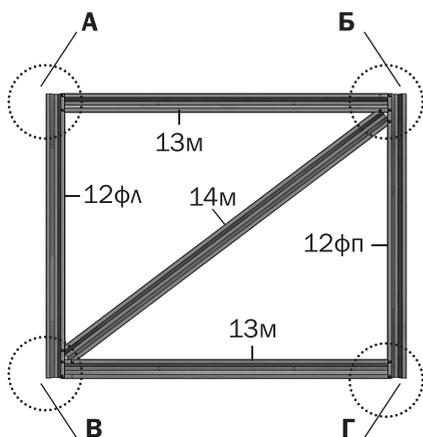

Рис. 13
детали **12...14** (дверь и форточка) - см. **Рис.13,14**
2. Первоначально надо раскроить лист покрытия для торцов. Для этого соберите двери, форточки (**рис.13, рис.14**) и половину торца из деталей дуг **4ВК, 4НК** и прямолинейных деталей **1, 8П, 11-1, 11-2П, 21П, 9-1П, 9-2П**, временно закрепив загнутые концы деталей **11-2** на отверстия дуги. Не снимая защитной пленки с поликарбоната, разметьте лист покрытия в соответствии с **рис. 3 и рис. 4**